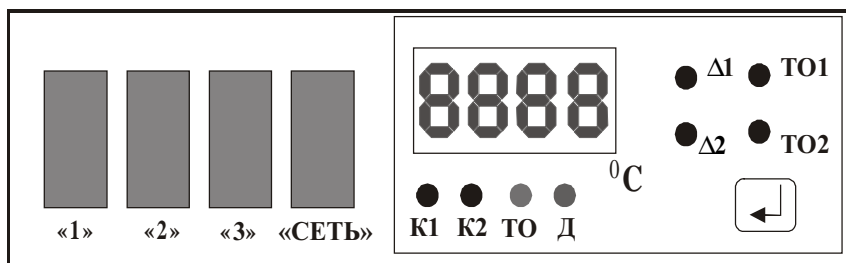

Рис. 2. Пульт управления ТПЦ-550Р
5. Включить тумблер «сеть» (рис. 2) на панели блока управления. При этом должен загореться индикатор внутри тумблера и индикатор терморегулятора, и заработать электродвигатель 8 циркуляционного вентилятора.
7. При включении тумблера «Сеть» загорается цифровая шкала прибора терморегулятора «ТЕРМ-02А» (рис.2). Прибор отображает выбранный для просмотра (установки) параметр на 4-х разрядном светодиодном цифровом индикаторе, расположенном на лицевой панели прибора (рис. 2). Для контроля на цифровой индикатор по каждому из каналов (регулировка температуры в камере и температуры ножа) может быть вызван один из двух параметров: среднее значение диапазона регулирования температуры Т0 и полуинтервал диапазона регулирования «Д» (рис.2). После включения прибора на цифровом индикаторе будет отображаться текущая температура объекта регулирования по первому каналу. Выбор параметров для отображения производится кратковременным нажатием на кнопку
1. Выключить тумблеры «1» и «3» (рис. 2).
3. По остывании камеры до 400 – 500 С выключить тумблеры «2» и «сеть» (рис.2).